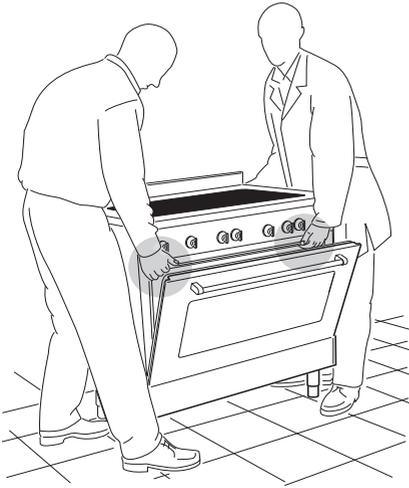

Fig. 7.6
**ATTENZIONE:** La cucina deve essere sempre raddrizzata da due persone per evitare di danneggiare i piedi (fig. 7.6).
**ATTENZIONE :** Quando si sposta la cucina nella sua posizione definitiva, **NON TRASCINARLA** (fig. 7.8), ma sollevare i piedi dal pavimento (fig. 7.6).